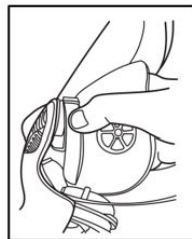

Fig.15
1. Retirer l'ensemble coquille nasale en saisissant la rondelle en plastique rigide de la coquille, à l'endroit où il se fixe au verre, et l'éloigner doucement de l'ensemble verre en tirant vers le haut (fig. 15).